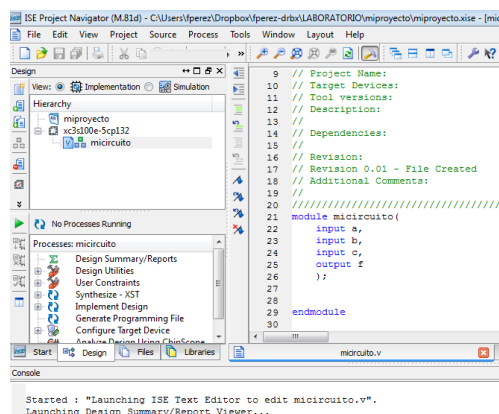

Figura 7. Módulo creado e incorporado al proyecto
1. Compruebe en la placa el modo de programación establecido, para ello fíjese en la figura 7 donde está situado el conmutador Modo de Programación. Asegúrese que la placa está configurada en modo *PC* (*jumper* azul en la parte superior derecha de la placa).